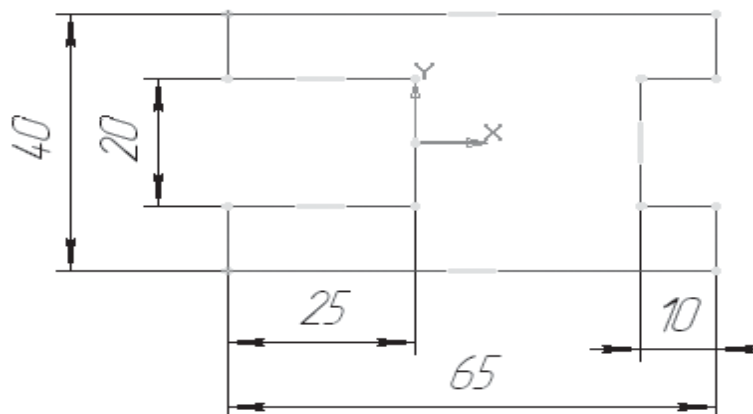

Рис. 14.3
- С помощью непрерывного ввода объекта и ортогонального черчения постройте контур детали, изображенный на виде сверху, начало координат совпадает с осью симметрии детали. При необходимости используйте глобальную привязку **Выравнивание** (рис. 14.3);